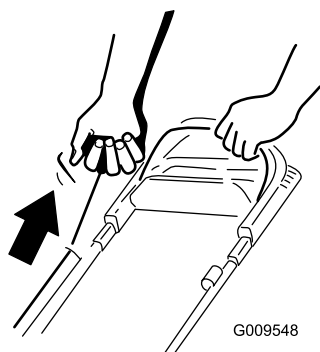

Figure 20
2. Tirez la poignée du lanceur (Figure 20).
Remarque: Tirez lentement la poignée du lanceur (Figure 20) jusqu'à ce que vous sentiez une résistance, puis tirez vigoureusement. Laissez le lanceur se rétracter lentement jusqu'à la poignée.